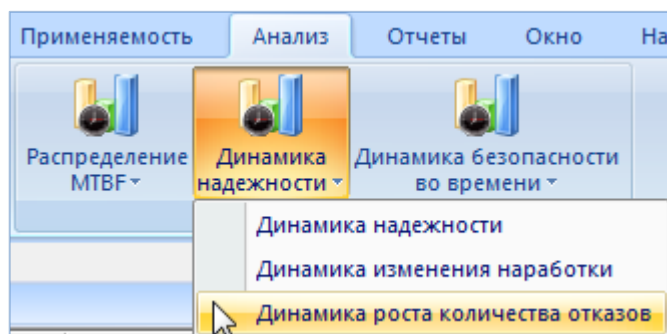

Рис. 26-64 – Выбор диаграммы по надежности
- 3) Нажать кнопку «Динамика надежности» панели «Диаграммы» на вкладке «Анализ» и выбрать пункт «Динамика роста количества неисправностей» (рис. 26-64).